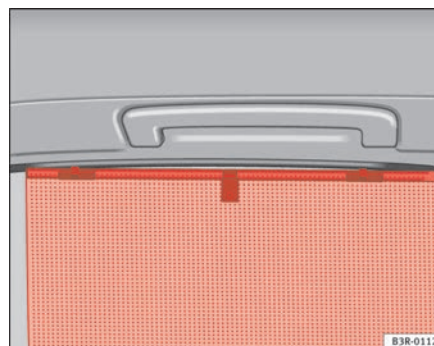

Fig. 100 Tendina parasole avvolgibile dei finestrini posteriori
- Estrarre la tendina e fissarla ai ganci sul telaio superiore della porta ⇒ fig. 100. ■